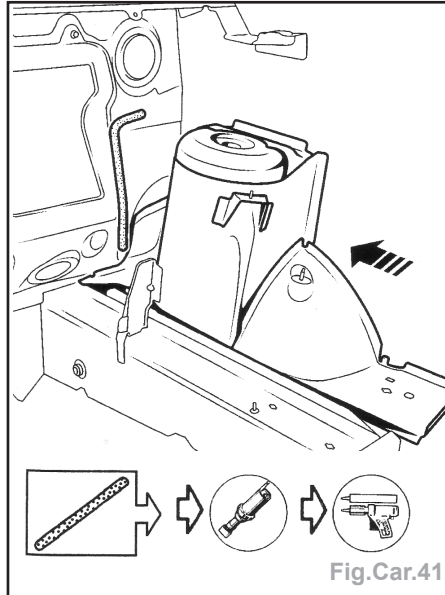

Fig.Car.41
**Attention :** pour l'accostage avec le tablier, il sera nécessaire d'utiliser une colle de calage type M.J.Pro (référence : 77 11 172 676) (Fig.Car.41).